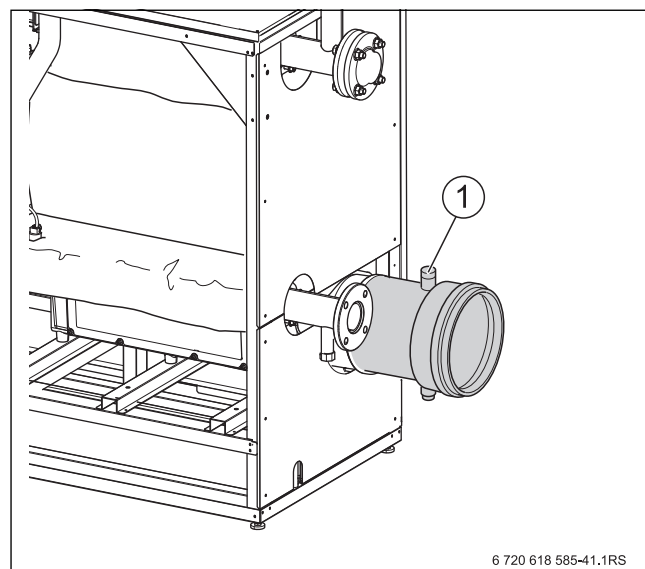

Рис. 36 Проведение замеров
- ▶ Введите измерительный датчик через отверстие для измерений в дымовой трубе (→ рис. 36, стр. 29) в центр потока и проверьте содержание CO_2 .